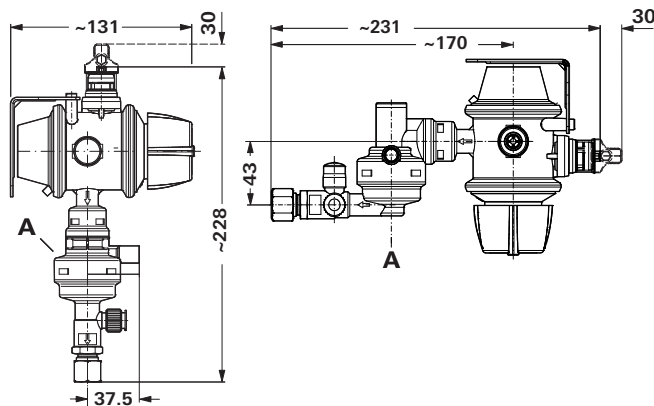

Bild 3 Mått i mm. Framställs inte skalenligt.
- Beroende på utförande måste DuoControl CS monteras vertikalt på en stadig vägg eller horisontellt i flaskskåpets tak. **Utlösningselementet** (bild 3 – A) måste alltid sitta i **lodrätt läge**.